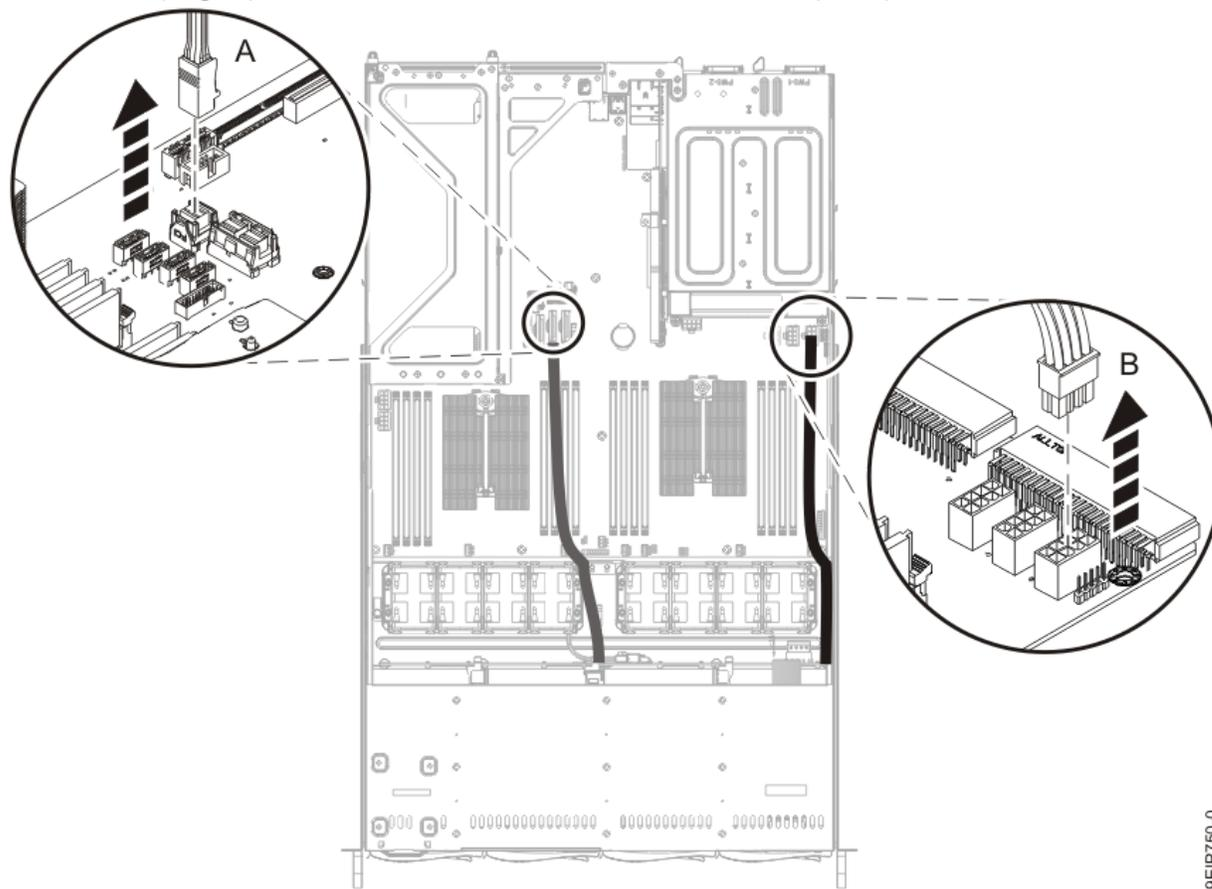

Figura 5. Desconexión de los cables de señal y alimentación de la unidad
2. Etiquete y extraiga los cables de señal de unidad **(A)**, el cable de la consola del operador **(B)** y el cable de alimentación de la unidad **(C)** de la placa posterior del sistema, como se muestra en la Figura 5 en la página 9.